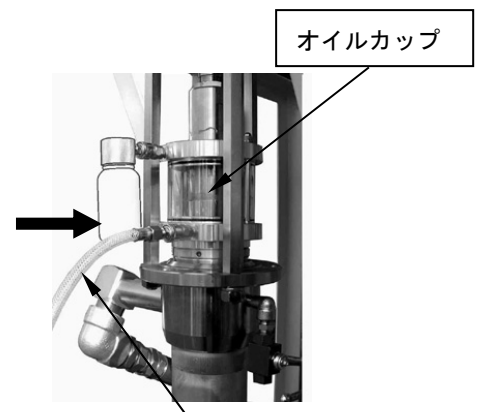

Fig.5.2
- 2) オイル供給ハンドポンプ HOP-20W（オプション）からのホースを下側カプラーに接続してください。(Fig.5.2)
- 4) 充填後、ホースを取外してください。(Fig.5.2)